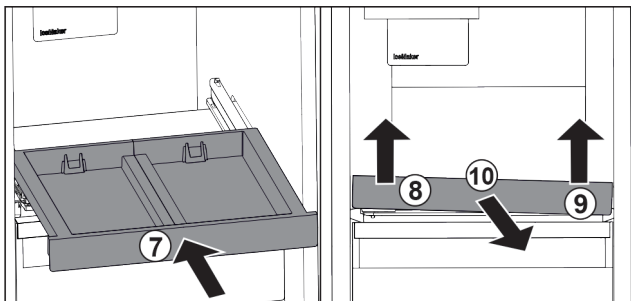

Fig. 101
- ▶ 推入拉出式搁板。 Fig. 101 (7)
- ▶ 抬起抽屉左前部。 Fig. 101 (8)
- ▶ 抬起抽屉右前部。 Fig. 101 (9)
- ▶ 向前取出拉出式搁板。 Fig. 101 (10)